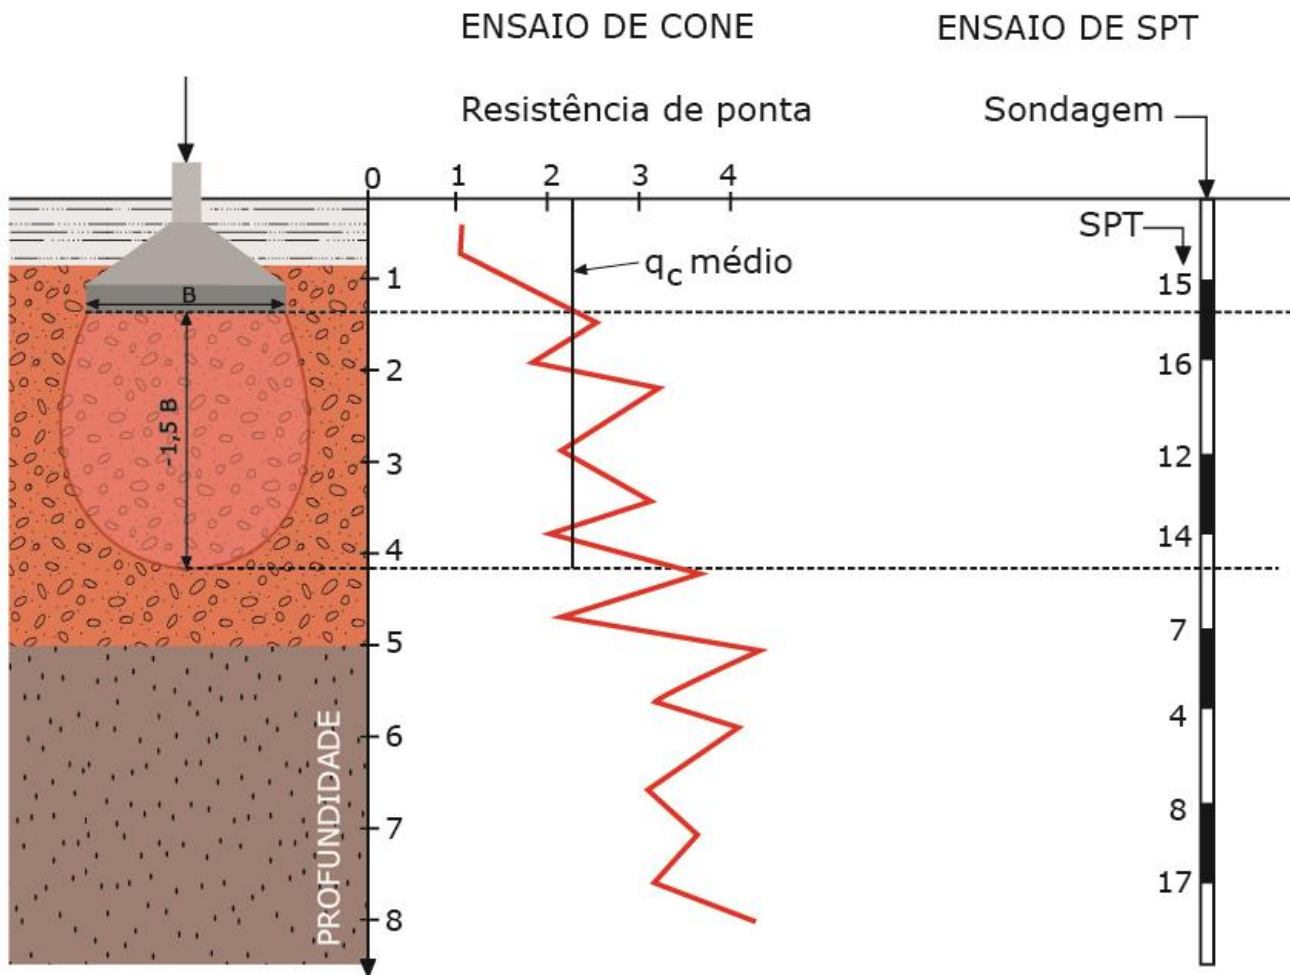

Figura 41: Dados de sondagem de um solo de uma fundação versus bulbo de pressão atuante
Perceba que o bulbo de tensões vai definir inclusive a região limite até onde vamos estudar a resistência do solo para fundações superficiais. Veja o exemplo da Figura 41. Como disse, considera-se o bulbo de tensões para acréscimos de até 10% de carga aplicada pela fundação. Assim, quando formos analisar a resistência/módulo de elasticidade do solo para uma **sapata** como na Figura 41, consideraremos as cargas até a **profundidade** que resulte no **bulbo de 10%**, o que para sapatas corresponde a 1,5 a 2 vezes a sua largura (B), ou seja, **1,5 a 2 vezes B** .